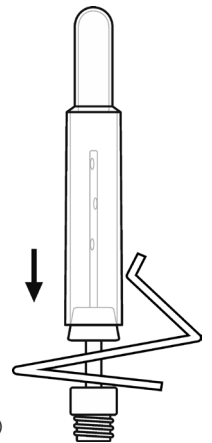

Abb. 3: Testvorderkammer auf Injektordüse (Beispieldarstellung)
- Stecken Sie die Testvorderkammer auf eine geeignete Injektordüse (Abb. 3).
- Konnektieren Sie die Injektordüse am Beschickungswagen (Abb. 3):